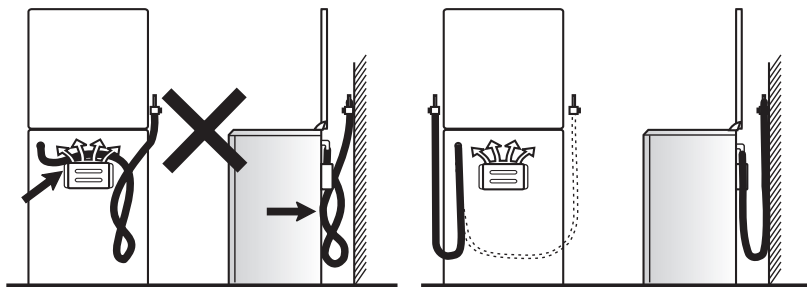

Рис.14
- **ПОМНИТЕ:** После установки плиты на место обязательно проверьте положение гибкого шланга подвода газа и шнура питания (рис.14). Они не должны проходить над дымоходом и касаться задней стенки плиты. Во время работы духовки там возникает большая температура, которая может их повредить.